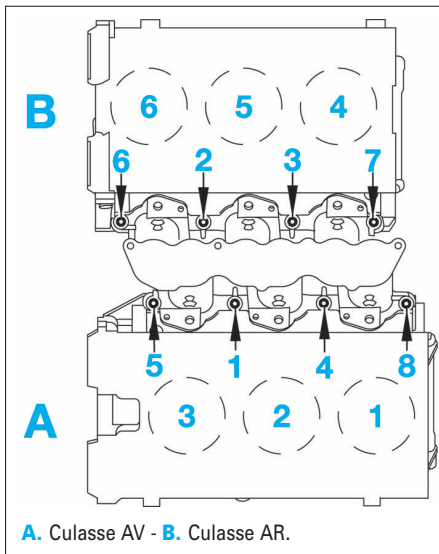

FIG. 82
- reposer le répartiteur d'air d'admission avec un joint neuf en respectant l'ordre de serrage (1 à 8) (Fig.82).